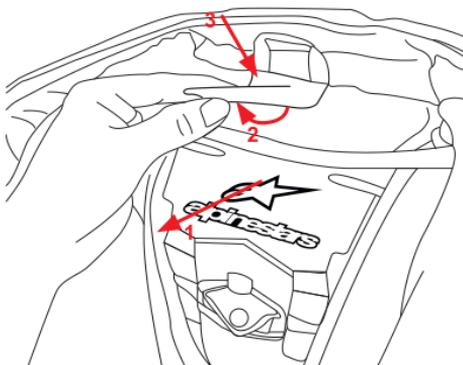
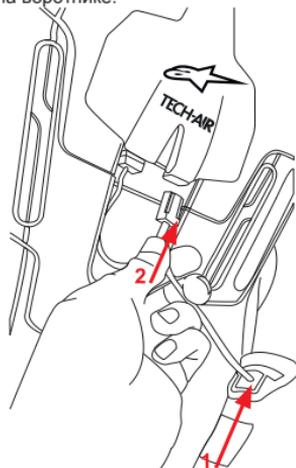

Рисунок 6
Рисунок 7
3. Отогнуть вторую накладку-липучку для крепления к воротнику (12) и закрепить липучку на воротнике жилета (13) на этой новой накладке, следя за правильностью центровки (Рисунок 6).
4. Приступить к креплению липучки в нижней части плеча (15) и липучки в верхней части плеча (14) к соответствующим накладкам внутри подкладки костюма на обоих (левом и правом) плечах.
5. Извлечь заглушку для светодиодного дисплея из кармашка для хранения (17) и вставить ее в серый разъем (5) (Рисунок 7).
6. Включить главный выключатель (8). Следует обратить внимание, что главный выключатель должен всегда оставаться включенным, кроме как при поставке или хранении.
8. Использовать желтые молнии на костюме (10) и жилете (1) для соединения жилета с костюмом.